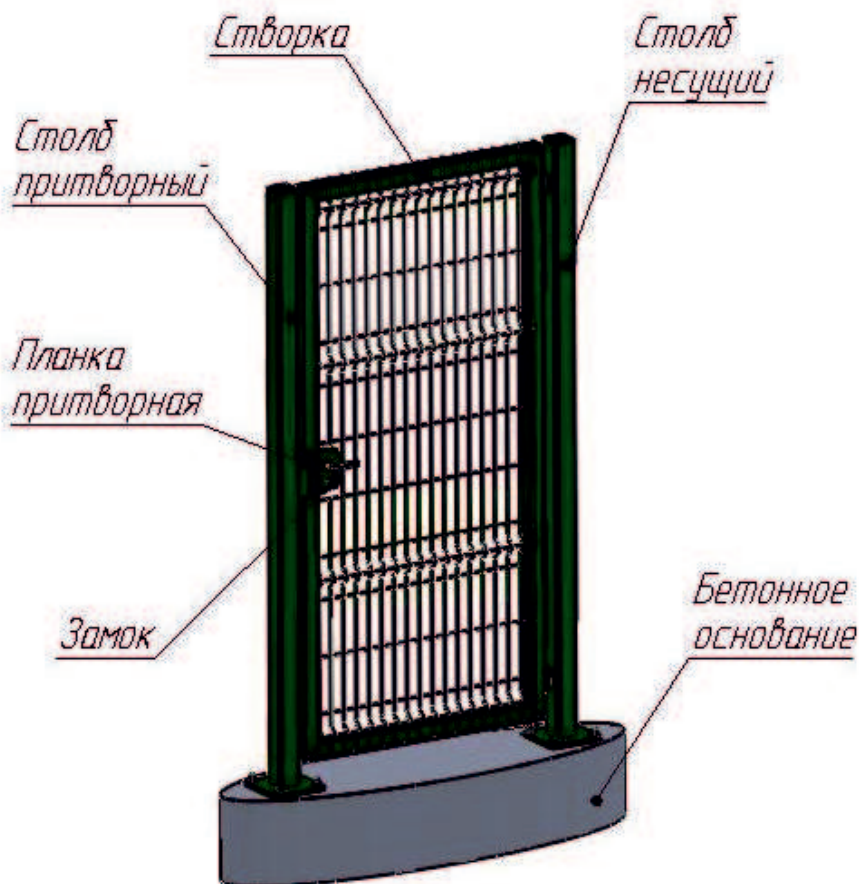

рис.14
- при открытии во внутрь - рис.14.